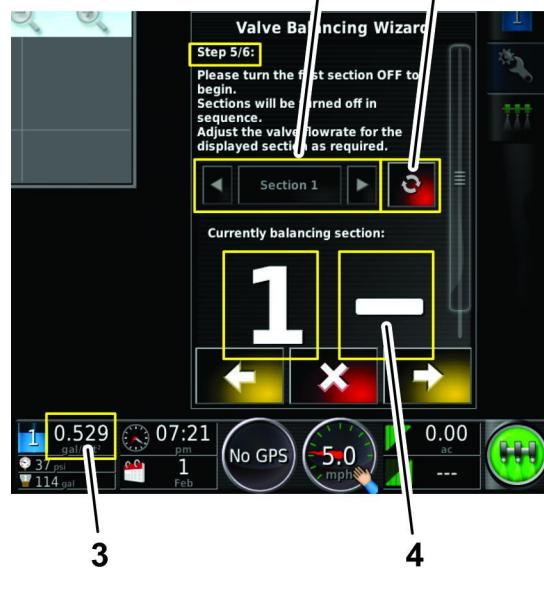

Bild 56
- Die Dosierung für das Abschnittsventil ist zu hoch (Bild 56).
- A. Tippen Sie auf das Ein/Aus-Symbol (Bild 56), um das Abschnittsventil abzustellen (Rot).
- A. Tippen Sie auf das Ein/Aus-Symbol (Bild 56), um das Abschnittventil abzustellen (Rot).